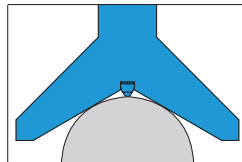

Abb.1
- Passen Sie die V-förmige Oberfläche der Radiuslehre an die vollständige zylindrische Kante des Werkstücks an (Abb.1)